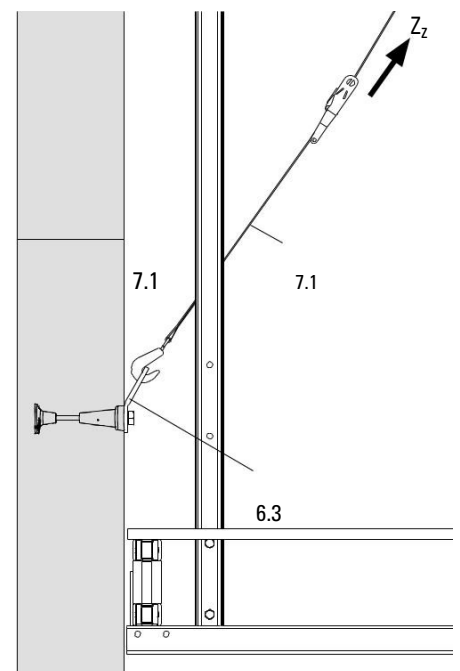

Fig. B1.33a
– Ако не е необходима надлъжна стабилизация на платформата, то стенния накрайник (6.3) може да се използва вместо халката. (Fig. B1.33a)